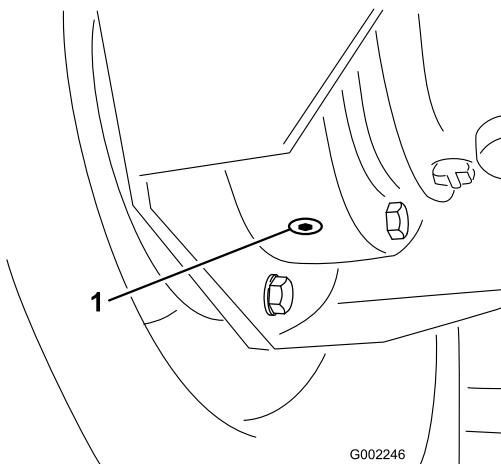

图 82
4. 在刹车外壳处的内侧排油塞下放置一个放油盘然后拆下排油塞 图 82。